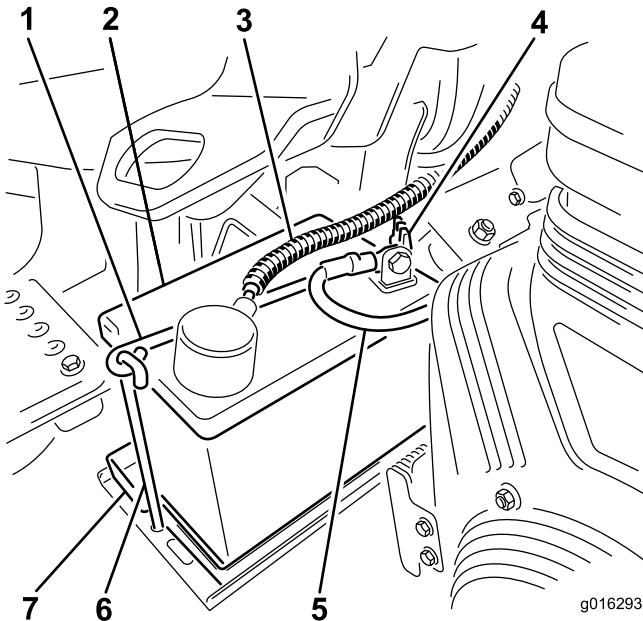

Figure 8
7. Placez la batterie sur son support et fixez-la avec la barrette et les fixations retirées précédemment (Figure 8).
8. Raccordez le câble positif (rouge) de la batterie à la borne positive (+) et le câble négatif (noir) à la borne négative (-) et fixez-les en place avec les vis et les écrous (Figure 8). Placez le capuchon en caoutchouc sur la borne positive pour éviter les courts-circuits.